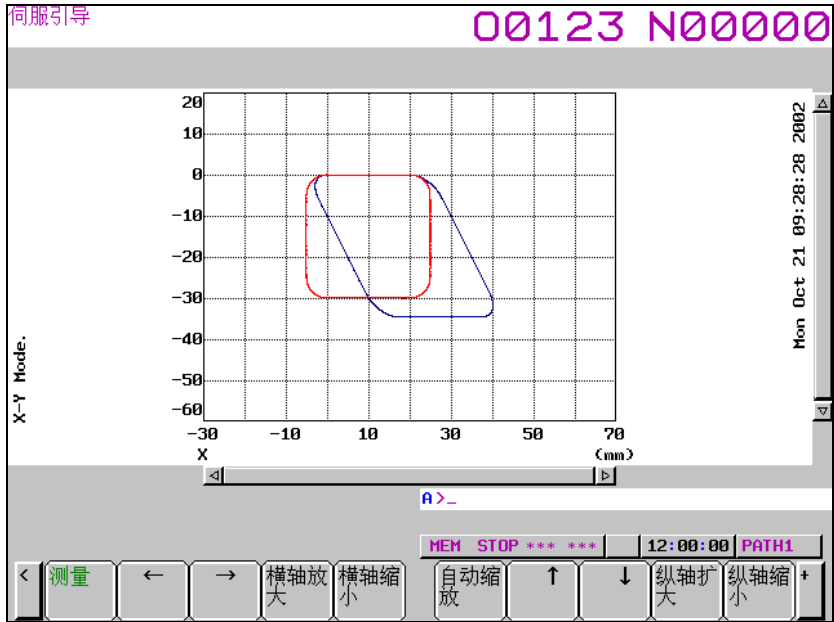

图1.9.1.2 (f)
- 29 测量结束后，出现 图 1.9.1.2 (f)所示的波形画面。